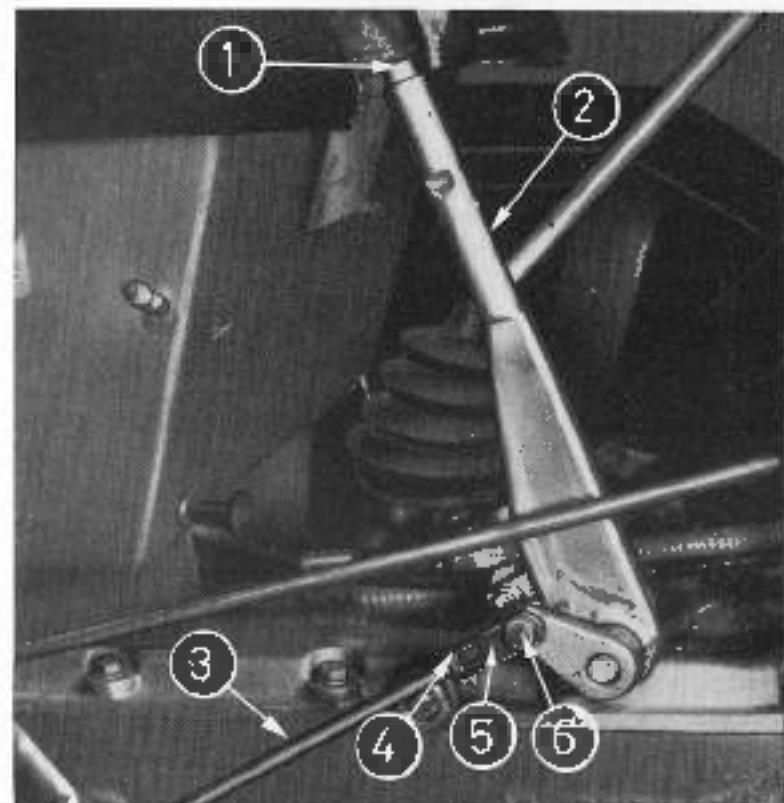

Fig. B7
1. Fig. B7. Aflojar la contratuerca (4), retirar el bulón (6) y engranar la horquilla (5) en la medida conveniente sobre la varilla (3) de un lado del tractor; repetir esta operación en la varilla del otro lado y hacer estos ajustes hasta que situando la palanca (2) en la tercera muesca del trinquete, las ruedas empiecen a frenarse.
2. Montar los bulones (6) con su respectiva clavija partida, fijar la horquilla (5) con la contratuerca (4).